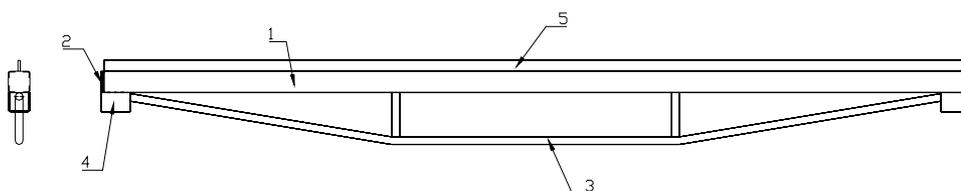

FIGURA 2
- Celosía; es para añadir resistencia a la sopanda final, en la figura 2 es la pieza marcada con el número 3.
- Cierre; en sus ranuras encaja el testero que une la sopanda final a la portasopanda, en la figura 2 es la pieza marcada con el número 4.
Separador de tableros; es una pletina de acero y hace de separador entre los tableros, en la figura 2 es la pieza marcada con el número 5.